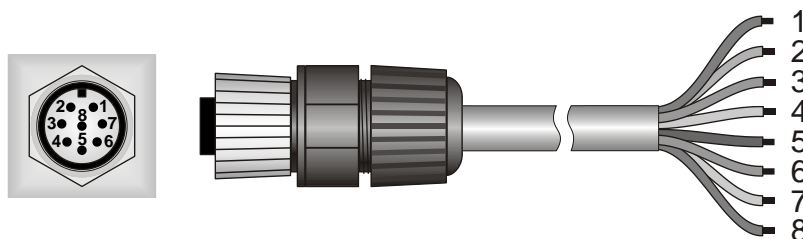

Figura 4
- Il cavo opzionale, terminato da una parte con il connettore, è in PTFE resistente agli UV, è provvisto di 7 fili più la calza (schermo), la corrispondenza tra i colori del cavo ed i poli del connettore è la seguente (figura 4):